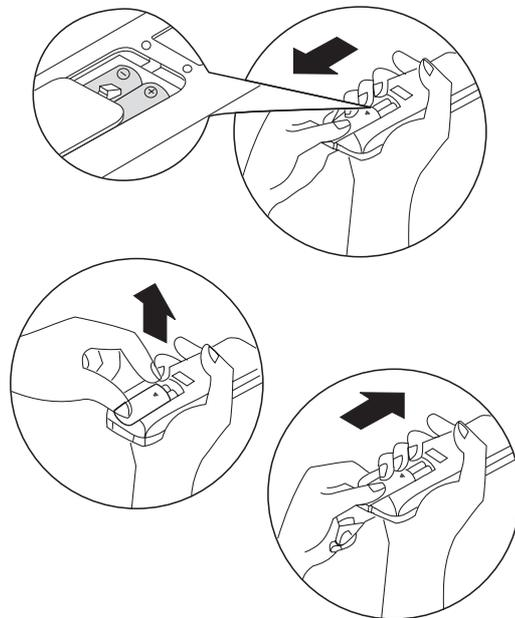

fig. 9
- Retirez le couvercle de protection (voir figure 9).